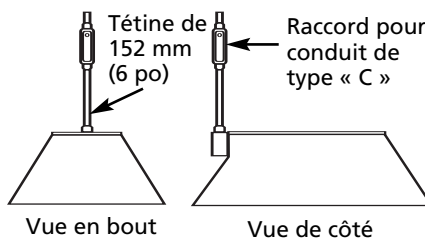

Figure 4
3. Le radiateur doit être câblé avec un conduit rigide ou flexible. Une tétine de 152 mm (6 po) et un raccord pour conduit de type « C » sont emballés avec le radiateur, mais ne sont pas raccordés à celui-ci. Assembler comme illustré à la Figure 4.